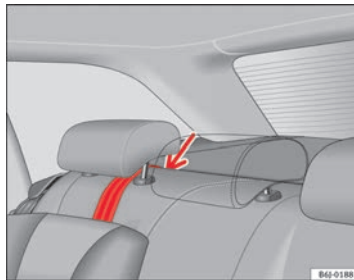

Fig. 28 Sangle de fixation : pose et dépose correcte
- Dirigez la sangle de fixation du Top Tether sous l'appuie-tête arrière ⇒ **fig. 28** (soulevez l'appuie-tête si nécessaire).